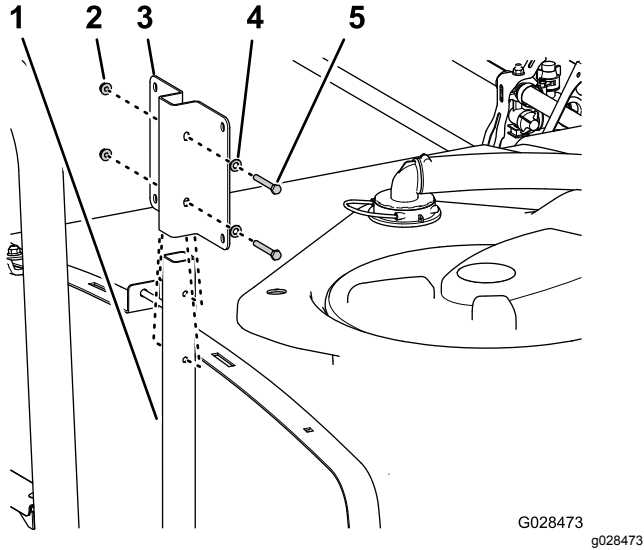

図 36
1. 真水タンクのマウントについている穴をサポートチューブの穴に合わせる 図 36。
2. マウントをチューブ 図 36 に固定するフランジヘッドボルト5/16 x 2¼"2本、ワッシャ5/16"2枚、フランジロックナット5/16"2個を使用する。